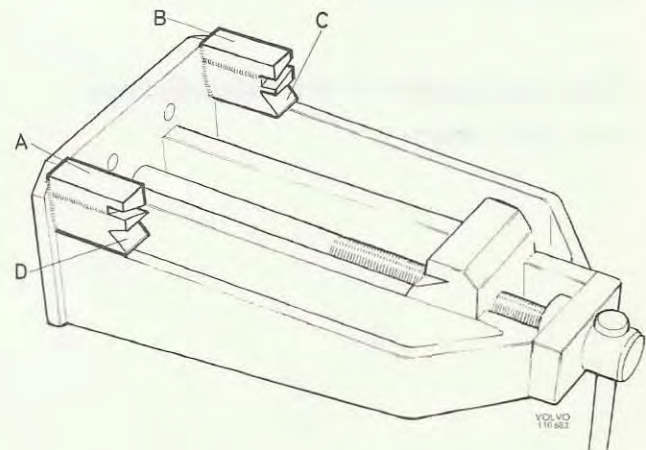

Bild 1 SVO 2560
3. Elsvetsa fast de två tillverkade klackarna enligt bild 1 och 5.